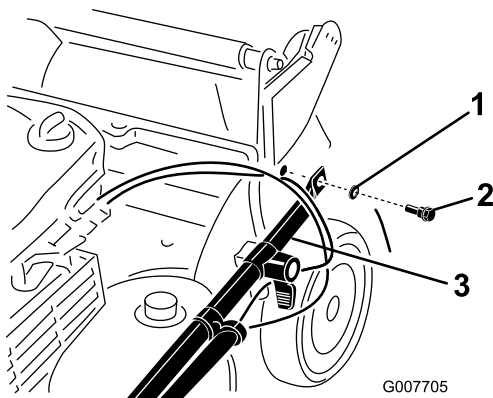

Figura 3
2. Fije los extremos del manillar al alojamiento de la máquina con 2 arandelas y 2 pernos de manillar (Figura 3), pero no apriete los pernos del manillar.